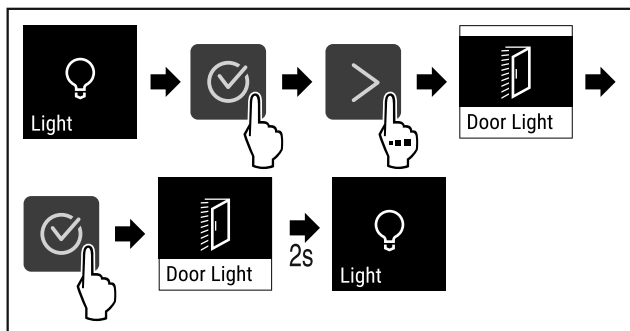

Fig. 70
▶ Obavite korake postupka (pogledajte Fig. 70) .